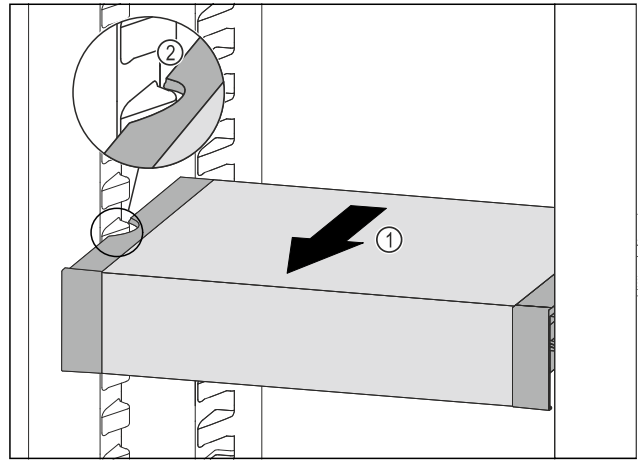

Fig. 209
- VarioSafe nach vorne ziehen Fig. 209 (1), bis sich die seitlichen Aussparungen des VarioSafes auf Höhe der Behälterrippe im Kühlteil befinden. Fig. 209 (2)